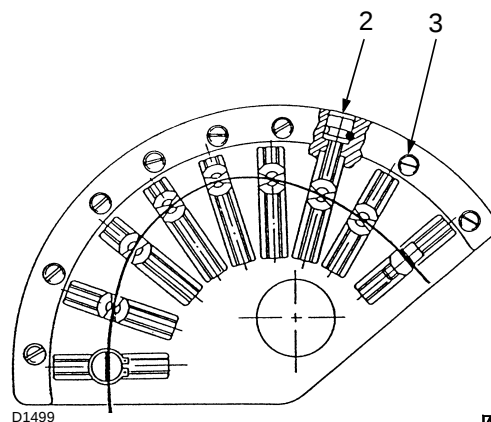

图 25
- 6 旋转螺丝 2)(图 25), 继续调节可调钢带设定风量。